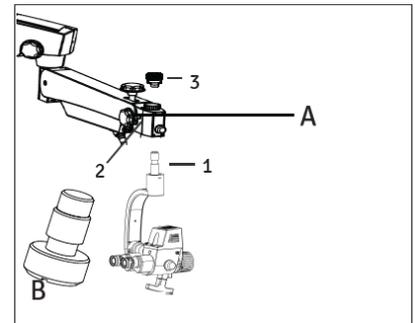

Fig. 39
4. Récupérez le coupleur incliné avec magnichanger de l'emballage et suivez la procédure ci-dessous en vous référant à la Fig. 39.
- Installez l'accouplement sur le bras de suspension en faisant glisser le guide l'arbre (1) dans le bras de suspension.
- Verrouiller le raccord incliné avec le bouchon fileté (3).
Attention : Assurez-vous que la vis de sécurité (B) est bien serrée en position (2) pour éviter une chute soudaine de l'accouplement. La vis de sécurité est toujours attachée avec le bouton de verrouillage du bras porteur A comme indiqué sur la Fig. 39